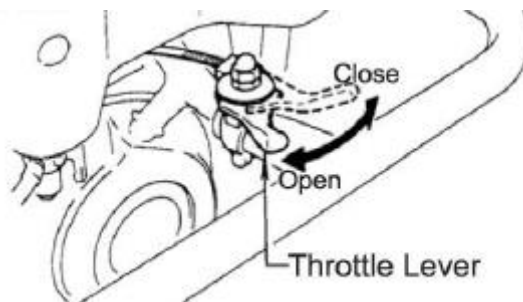

Рисунок 9 Рычаг дросселя (полностью открыто)
1. Для начала трамбовки, быстро поверните рычаг дросселя (Рисунок 9) из положения **холостого хода** (закрыто) в позицию **полностью открыто**. **НЕ ПЕРЕВОДИТЕ** рычаг дросселя медленно, т.к. это может повредить сцепление или пружину.